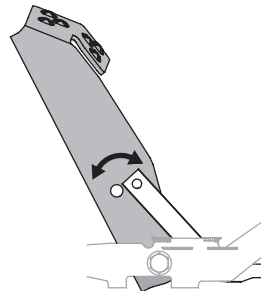

Figura 34
3. Ubique el pedal en la posición óptima según la preferencia del usuario (Figura 34).